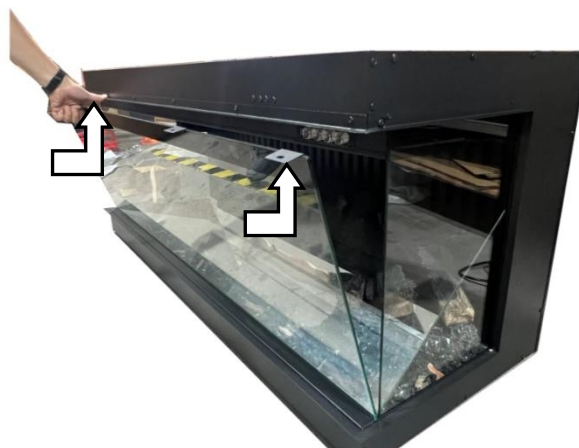

Fig.1-1 Fig.1-2
- Retirar todos os parafusos da parte superior do painel de vidro. Fig.1-1